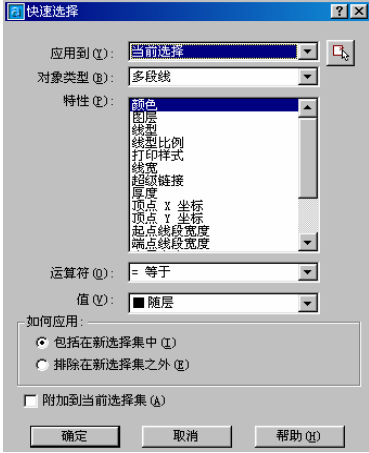

图 4-21
**“快速选择”按钮**：单击此按钮，弹出此“快速选择”对话框，在该对话框中可以快速选择物体并可快速浏览其属性。如图 4-21 所示。它的各个选项功能如下：